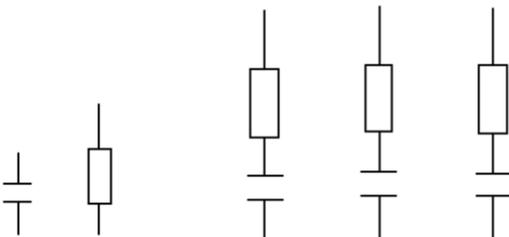

图 11-90 元器件图形符号
(1) 复制图形。选择菜单栏中的“文件”→“打开”命令，将“源文件\第 11 章\电气元件”中的电容器图形符号、电阻器图形符号复制到当前绘图环境中，结果如图 11-90 所示。